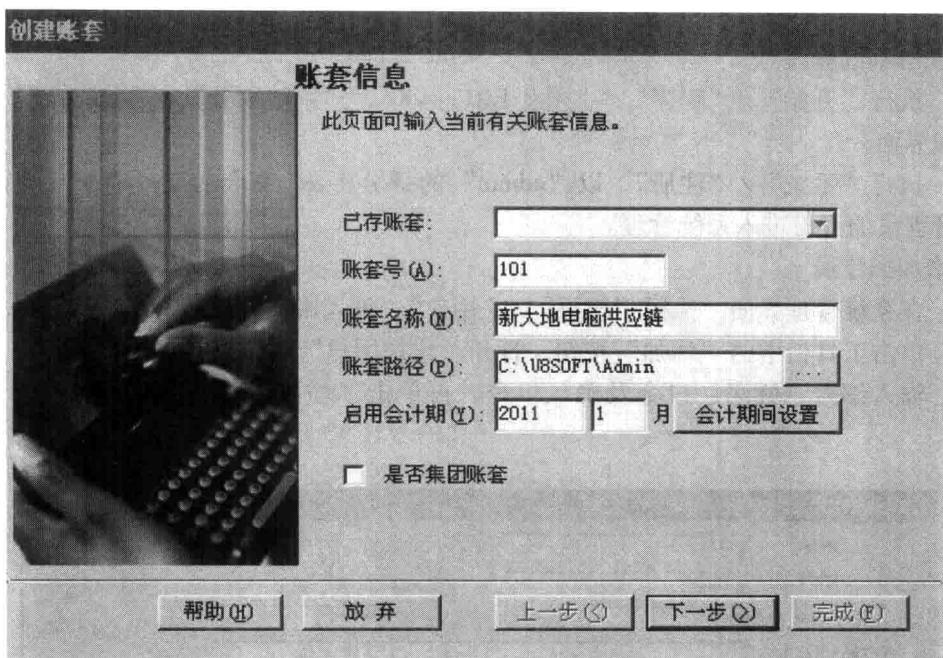

图 1-1-2 账套信息对话框
(1) 在“系统管理”窗口中，执行“账套” / “建立”，打开“账套信息”对话框。
(2) 按项目一所给项目资料录入新建账套信息，如图 1-1-2 所示。